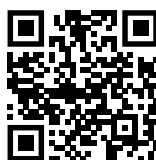

Fig. 151
▶ Ouvrez le Liebherr SmartMonitoring Dashboard. (voir Fig. 151) .